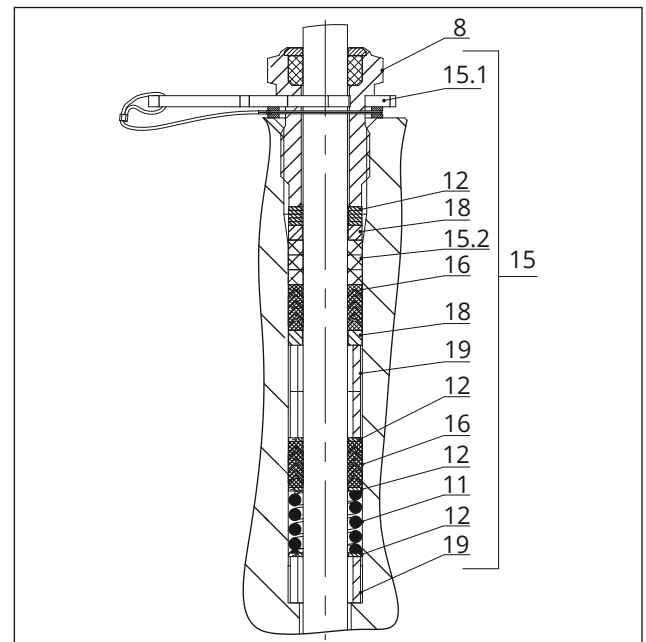

Bild 26: Stopfbuchspackung ADSEAL: DN 15...40/NPS 1/2...1 1/2
2. Stopfbuchsteile mit einem geeigneten Werkzeug vorsichtig über die Kegelstange in den Packungsraum einschieben. Korrekte Anordnung beachten, vgl. Bild 26 bzw. Bild 27.
4. Rote Distanzscheibe (15.1) zwischen Gewindebuchse (8) und Haltering einfügen, vgl. Bild 26 bzw. Bild 27.
2. Stopfbuchsteile mit einem geeigneten Werkzeug vorsichtig über die Kegelstange in den Packungsraum einschieben. Korrekte Anordnung beachten, vgl. Bild 26 oder Bild 27.
4. Rote Distanzscheibe (15.1) zwischen Gewindebuchse (8) und Haltering einfügen, vgl. Bild 26 oder Bild 27.